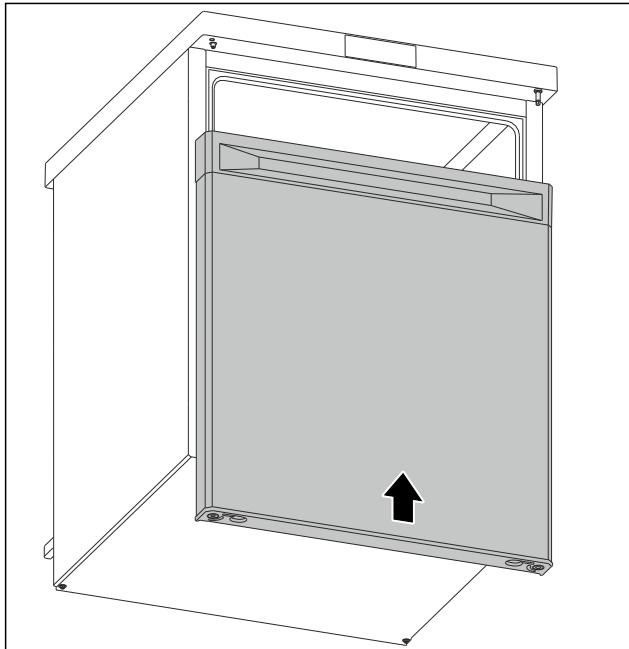

Fig. 15
- ▶ Deslizar la puerta sobre el perno superior cuando esté cerrada. (consulte Fig. 15)